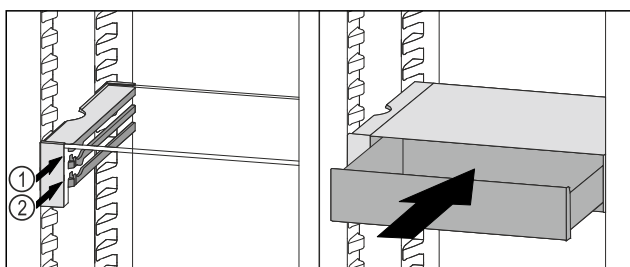

Fig. 85
- ▶ Placera VarioSafe-lådan bakom stopplackarna på önskad list Fig. 85 (1) eller Fig. 85 (2).